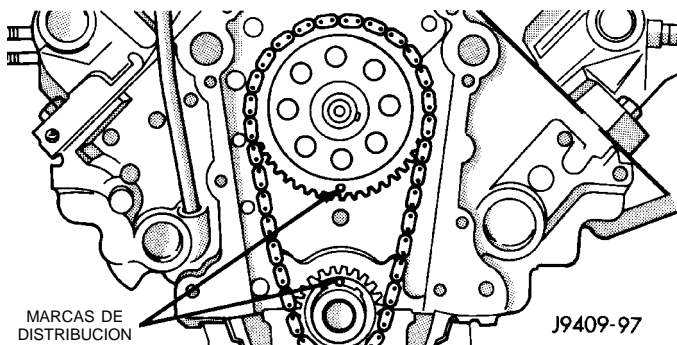

Fig. 6 Alineación de las marcas de distribución
(4) Si el movimiento es superior a 3,175 mm (1/8 pulg.), instale una cadena de distribución nueva.
(5) Si la cadena no es satisfactoria, retire el perno de sujeción de la rueda dentada del árbol de levas y retire la cadena de distribución junto con las ruedas dentadas del cigüeñal y del árbol de levas.
(6) Coloque la rueda dentada del árbol de levas y la del cigüeñal en el banco, situando las marcas de distribución en una línea central imaginaria exacta a través de los huecos del árbol de levas y del cigüeñal.
(7) Coloque la cadena de distribución alrededor de ambas ruedas dentadas.
(8) Haga girar el cigüeñal y el árbol de levas para alinearlos con la ranura de chaveta en la rueda dentada de cada uno ellos.
(9) Levante las ruedas dentadas y la cadena (mantenga las ruedas dentadas contra la cadena en posición tal como se describe).
(10) Deslice uniformemente ambas ruedas dentadas sobre sus respectivos ejes y utilice una regla de trazar para verificar la alineación de las marcas de distribución (Fig. 6).